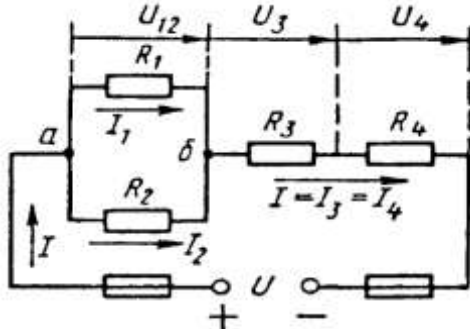

Рис. 1
Условие задачи. Цепь постоянного тока со смешанным соединением состоит из четырех резисторов. Заданы схема цепи (рис. 1), значения сопротивлений резисторов:
2) обозначим токи I_1, I_2, I_3, I_4 на (рис. 1) стрелками и определим их значения из формулы мощности:
Математическая запись для узла б схемы цепи рисунок 1:
В замкнутом контуре (рис. 1) приложенное напряжение U (аналогично ЭДС при внутреннем сопротивлении источника тока, равном нулю) и падения напряжения